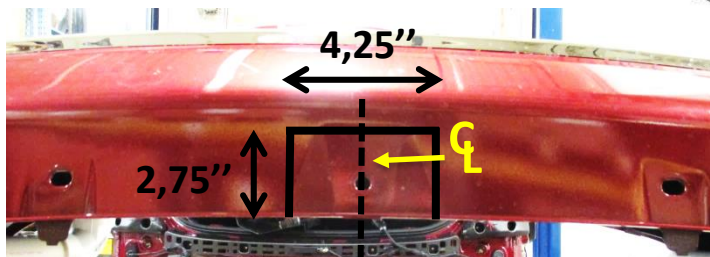

Figura 4
- Recortar la fascia inferior:** Localizar el centro de la fascia inferior y recortar un área de 2.75" de profundidad por 4.25" de ancho, ver la **Figura 4**. Hacer cualquier recorte adicional si fuera necesario.